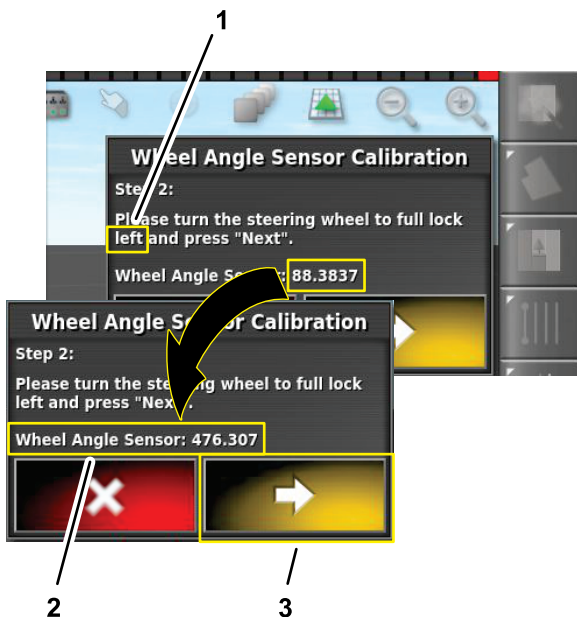

Bild 163
6. Drehen Sie bei Schritt 2 das Lenkrad vollständig nach links, halten Sie an und drücken Sie das Symbol für den nächsten Schritt (Bild 163).